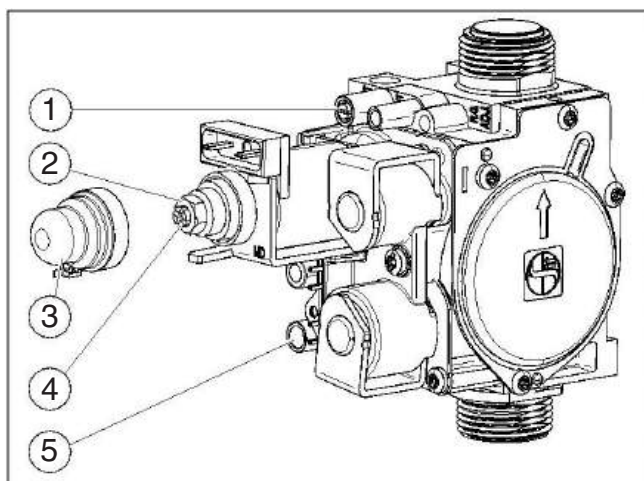

Рис. 31 Газовая арматура
- Отверните уплотнительный винт штуцера измерения давления на форсунках (рис. 31, [1]) и подсоедините U-образный манометр.
- Снимите крышку (рис. 31, [3]).
- Значение «max» давления (мбар) на форсунках приведено в таб. на стр. 38. Установите давление на форсунках регулировочным винтом максимального расхода газа (рис. 31, [2]). Поворот направо - больше газа, поворот налево - меньше газа.
- Значение «min» давления (мбар) на форсунках приведено в таб. на стр. 38. Установите давление на форсунках регулировочным винтом минимального расхода газа (рис. 31, [4]).
- Выключите котёл и закройте газовый кран, отсоедините U-образный манометр и заверните уплотнительный винт (рис. 31, [1]).
- Отверните уплотнительный винт на штуцере измерения подаваемого давления газа (рис. 31, [5]) и подсоедините манометр.
- Установите и опломбируйте крышку (рис. 31, [3]).
- ▶ Снимите заглушку с измерительного штуцера дымовых газов (→ рис. 31, [1]).